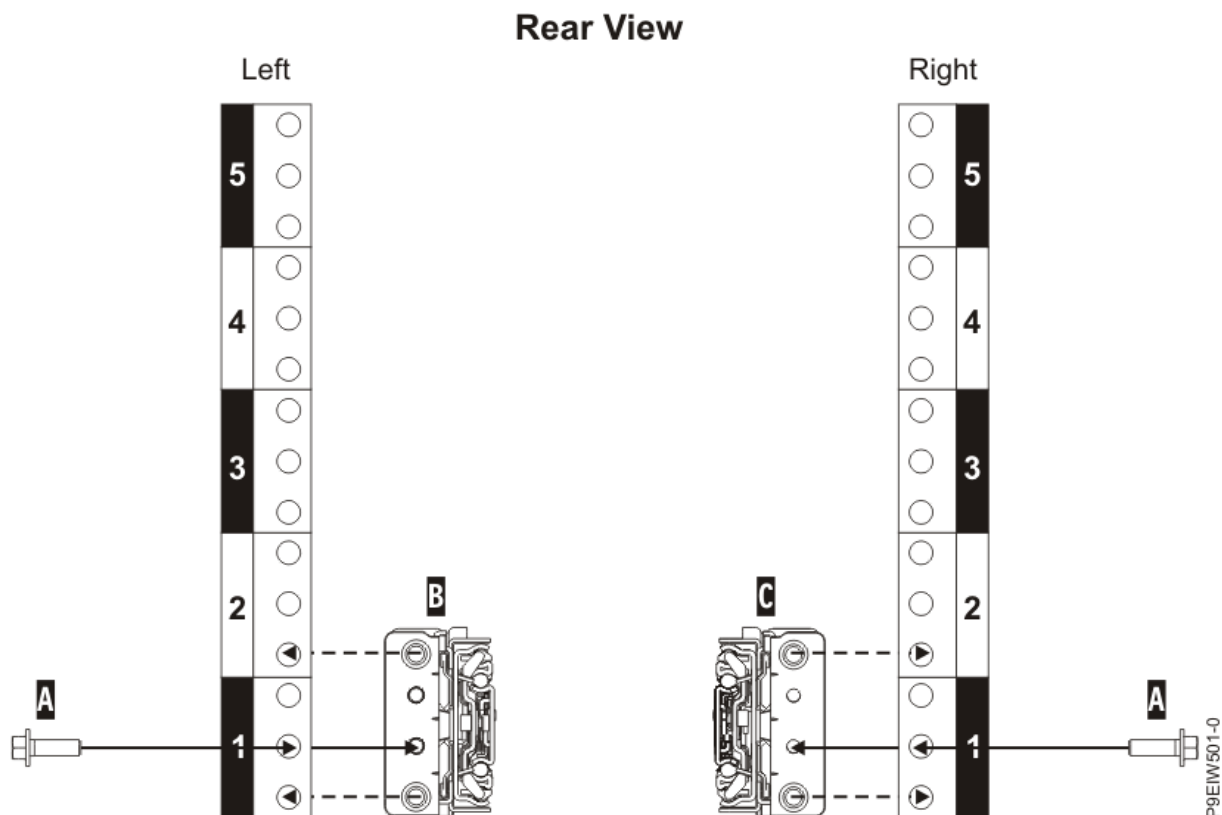

Figure 3. Fixation des glissières à l'arrière de l'armoire
10. Fixez la glissière de gauche (**B**) et la glissière de droite (**C**) à l'aide d'une vis M5 x 16 mm (**A**) comme illustré à la Figure 3, à la page 4. Insérez et serrez chaque vis dans le trou fileté du support de glissière, au niveau du trou central de l'unité EIA la plus basse.